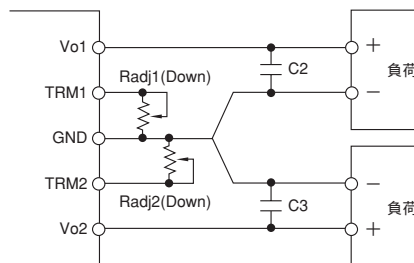

図3-3 可変抵抗接続（トリムダウン）
- b) GND端子間に接続することにより低く設定することができます。図3-3参照